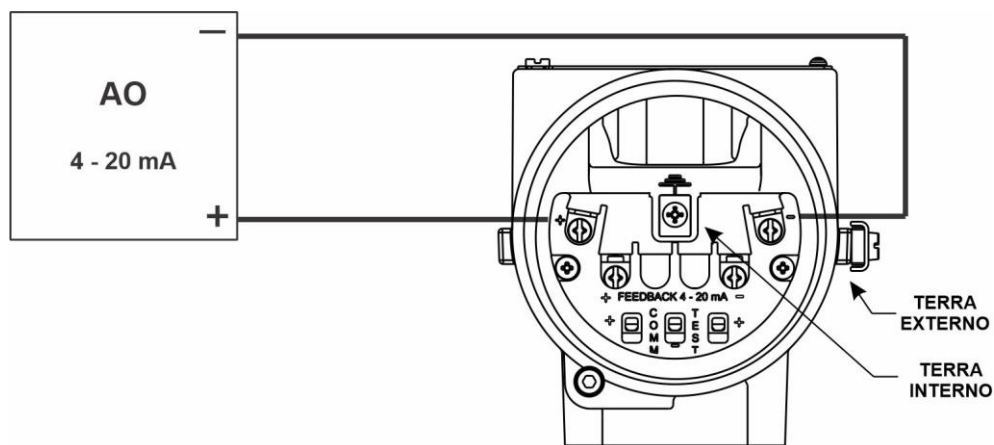

Figura 1.22 – Conexões da malha – sinal de saída 4-20 mA do PLC para o posicionador
2. Conecte o fio positivo ao terminal de parafuso (+) e o fio negativo ao terminal de parafuso (-), conforme mostrado na Figura 1.22.